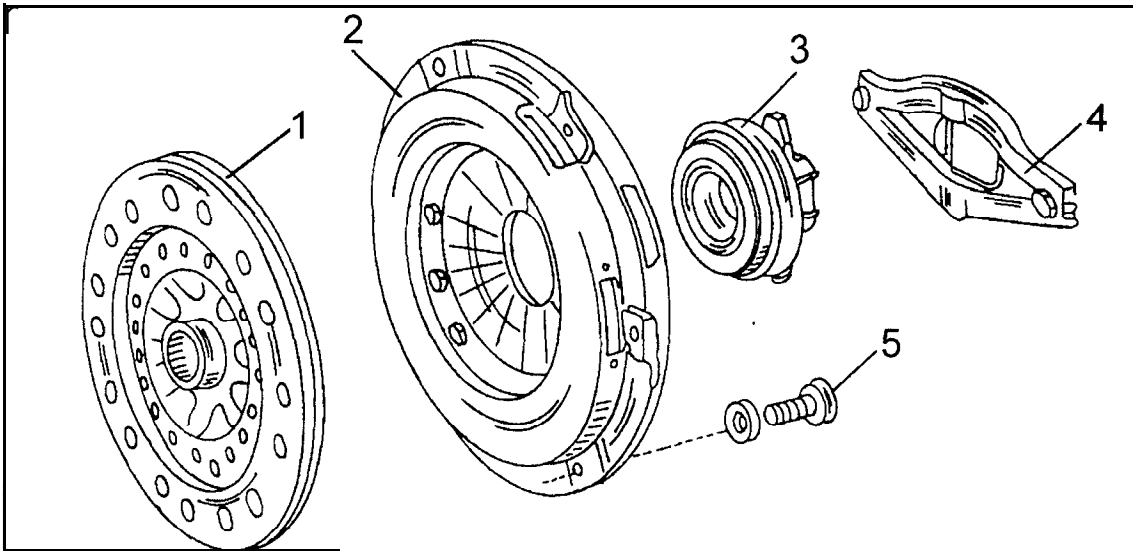

Bild 246
- Die Kupplung abnehmen und die Mitnehmerscheibe herausnehmen. Mit einem Lappen sofort die Innenseite des Schwungrades auswischen und die Reibfläche des Schwungrades überprüfen. Falls die Mitnehmerscheibe bis auf die Nietenköpfe abgenutzt ist, könnte es sein, dass sich die Nieten in die Schwungradfläche oder die Fläche der Kupplungsdruckplatte eingearbeitet haben. Falls der Motor oder das Getriebe ausgebaut werden müssen, sollte die Kupplung immer abgeschraubt werden, so dass man die in Bild 246 gezeigten Teile kontrollieren kann.